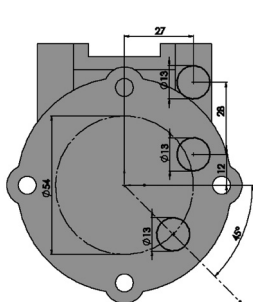

图 7-99 绘制切除拉伸 3 草图
2) 绘制切除拉伸 3 草图。单击“草图”控制面板中的 --- （直线）按钮和 $\bigcirc$ （圆）按钮，或选择菜单栏中的“工具”→“草图绘制实体”→“直线”和“圆”命令，绘制草图。单击“草图”控制面板中的 $\square$ （智能尺寸）按钮，或选择菜单栏中的“工具”→“标注尺寸”→“智能尺寸”命令，对草图进行尺寸标注，如图 7-99 所示。